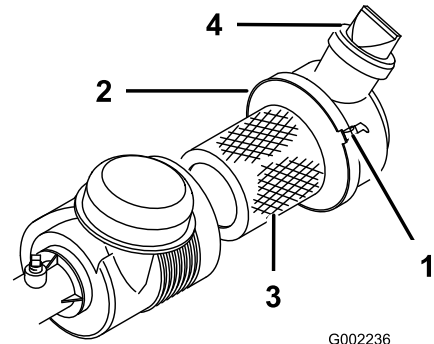

图39
检查空气滤清器壳体是否有可能导致空气泄漏的损坏。确保防尘盖紧密密封在空气滤清器上。更换损坏的空气滤清器壳体。每次使用之前挤压阀图39、清除灰尘和杂物。每使用 100 小时后均需维护空气滤清器。
3. 松开空气滤清器箍带用于将空气滤清器盖紧固到空气滤清器壳体上、从壳体上拆下盖子图39。
7. 箍紧箍带图39。
4. 装回盖子、使阀门朝下、然后使用箍带箍紧盖子图 39。